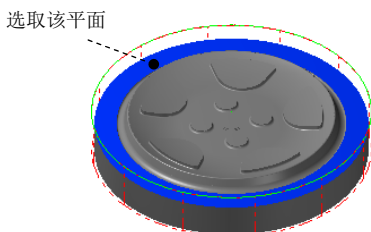
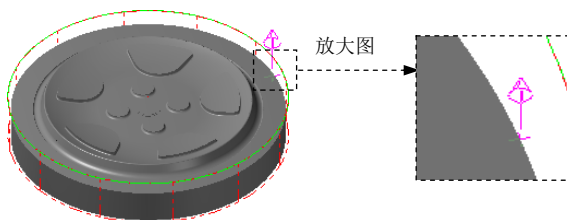

图 15.9 定义附着面
图 15.10 定义边界位置
(1) 选择命令。选择下拉菜单 **绘图(C)** → **曲面曲线(V)** → **单一边界(O)...** 命令。
(2) 定义边界的附着面和边界位置。选取图 15.9 所示的平面为边界的附着面, 此时在所选取的平面上出现图 15.10 所示的箭头。移动鼠标, 将箭头移动到图 15.10 所示的位置单击鼠标左键, 此时系统自动生成创建的边界预览。